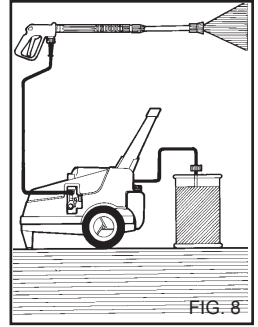

FIG. 8
Después de usar un detergente, el circuito de aspiración del detergente tiene que ser aclarado con agua limpia (fig. 8).
1) Después del uso con detergente, aclarar el circuito de aspiración; introducir el tubo de aspiración del detergente (fig. 8) en un bidón de agua limpia y hacer funcionar la bomba durante 1 minuto con el grifo de dosificación completamente abierto y la lanza en fase de suministro de detergente.
4) Después del uso con detergente, aclarar el circuito de aspiración, introducir el tubo de aspiración (fig. 8) del detergente en un bidón de agua limpia y hacer funcionar la bomba durante 1 minuto y la lanza en fase de suministro del detergente.